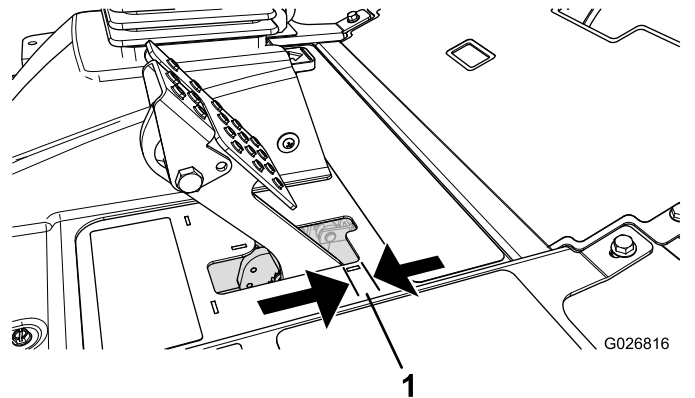

Figura 68
Regolate i freni se il pedale ha un “gioco” superiore a 25 mm (Figura 68), o quando è necessaria maggiore forza di tenuta. Per gioco s'intende la distanza che il pedale percorre prima che si avverta la resistenza della frenata.
2. Serrate il dado posteriore per spostare indietro il cavo, finché i pedali del freno non hanno un gioco compreso tra 6,3 e 12,7 mm (Figura 68), prima che la ruota si blocchi.